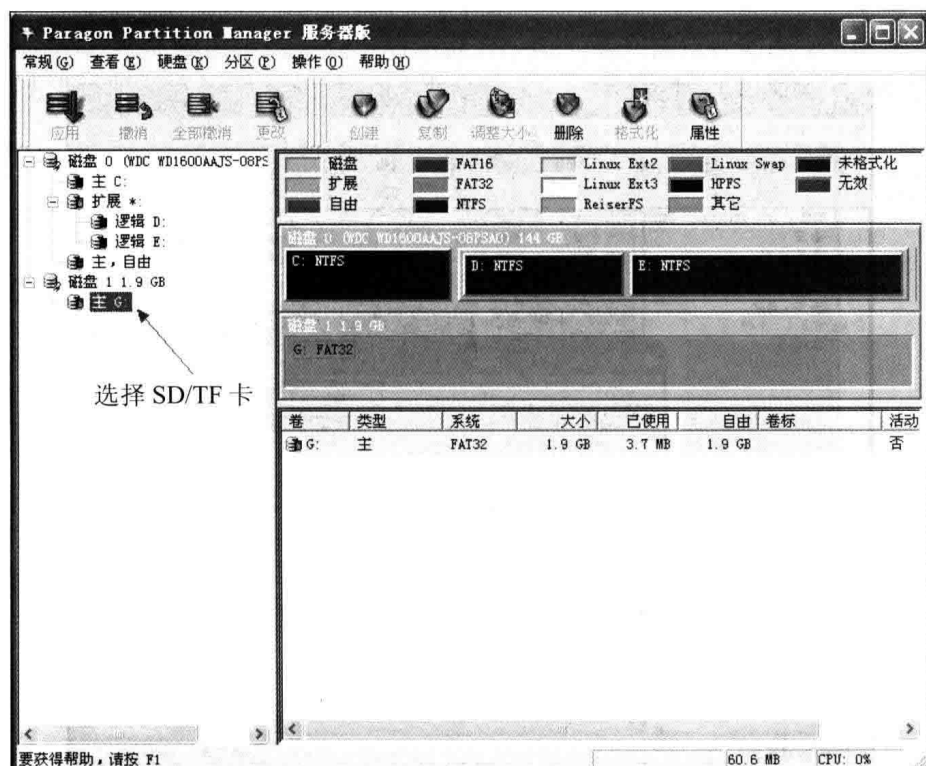

图 1-1
(1) 打开软件 WinPM.EXE。
(2) 在 WinPM 窗口中选择 SD/TF 卡，如图 1-1 所示。